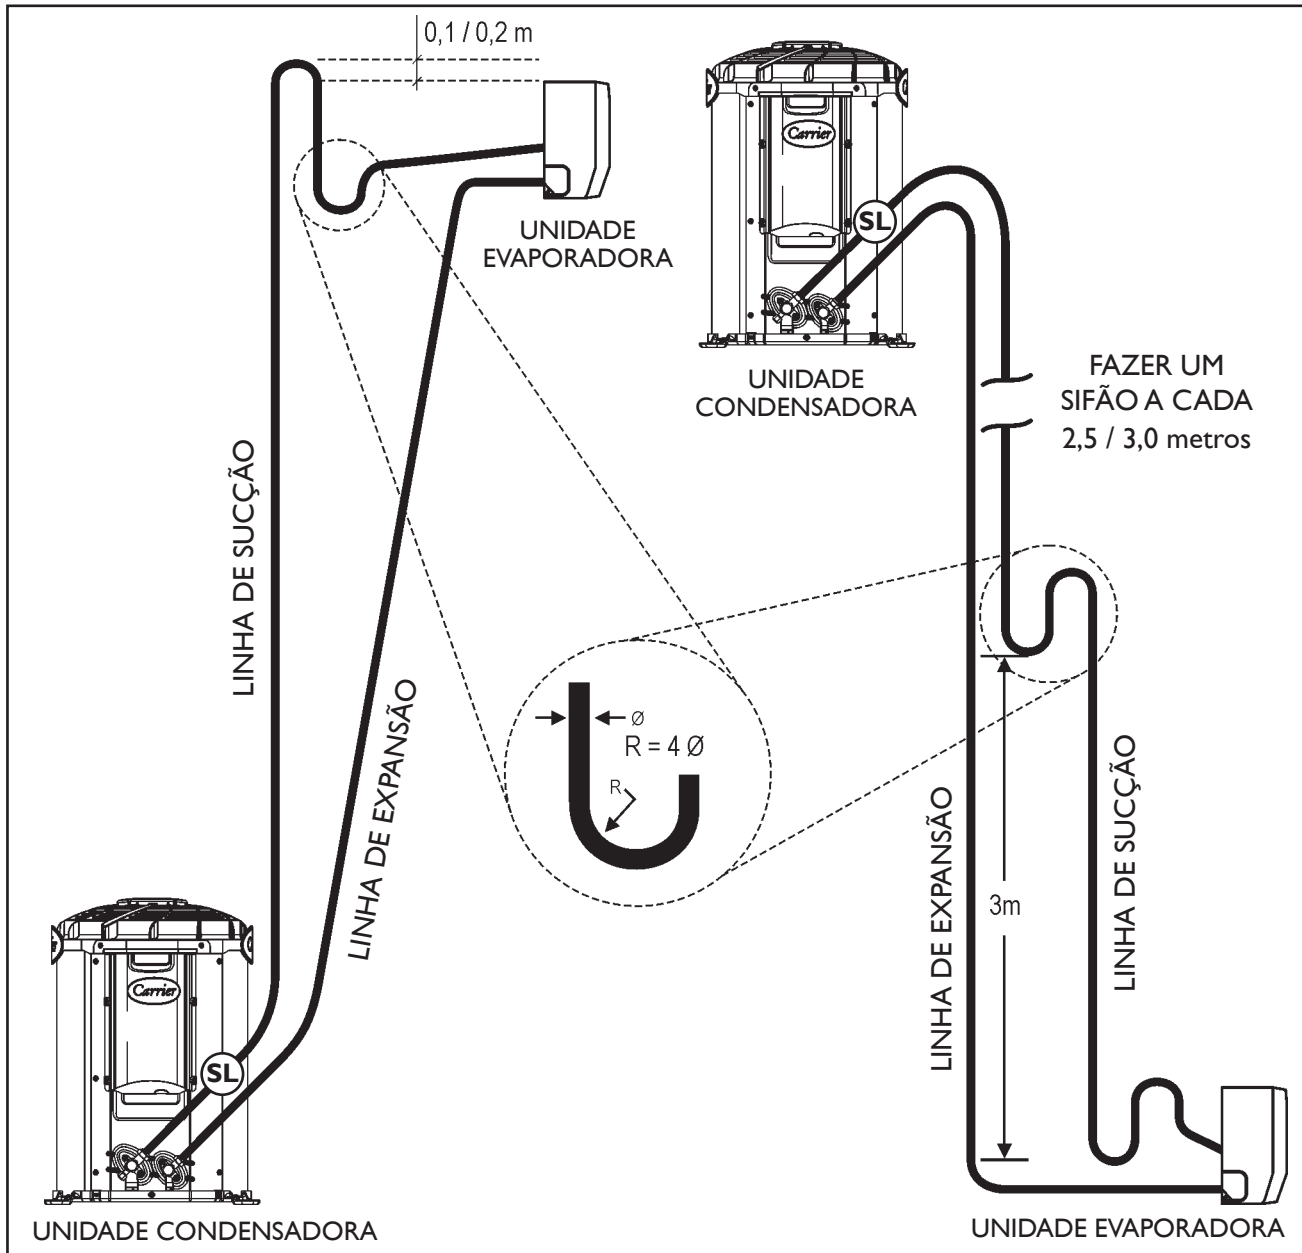

FIGURA 20 - SIFÃO NAS LINHAS DE SUCCÃO
- 4° Inclinare as linhas horizontais de sucção no sentido do fluxo. (Figura 20)
- 6° O procedimento de vácuo deve ser especialmente bem feito; definir a carga de refrigerante através da medição do superaquecimento (ver sub-item 6.8).
Veja o exemplo e a figura 20 apresentados neste item para compreender melhor como fazer o cálculo.
- 2° Elevar a linha de expansão acima da unidade condensadora antes de ir para a unidade evaporadora (0,1m para modelos 38K\_07 a 12 e 0,2m para 38K\_18 a 38K\_30), quando a unidade evaporadora estiver abaixo da unidade condensadora. (Figura 20)
- 3° Elevar a linha de sucção acima da unidade evaporadora antes de ir para a unidade condensadora (0,1m para modelos 38K\_07 a 12 e 0,2m para 38K\_18 a 38K\_30), quando a unidade evaporadora estiver acima ou no mesmo nível da unidade condensadora. (Figura 20)
- 5° Fazer sifões nas subidas da linha de sucção a **cada 2,5 m** para os modelos 38K\_07 a 12 e a **cada 3,0 m** para os modelos 38K\_18 a 38K\_30, incluindo a base (saída da evaporadora). Caso o desnível seja menor que 3m faça apenas na base. (Figura 20)
- 6° Inclinare as linhas horizontais de sucção no sentido do fluxo. (Figura 20)
- 8° O procedimento de vácuo deve ser especialmente bem feito; definir a carga de refrigerante através da medição do superaquecimento (veja sub-item 6.8 neste manual).
Veja a posição conforme a indicação "SL" na figura 20. Em caso de qualquer dúvida, deve-se entrar em contato com o coordenador técnico de pós-venda da sua região.